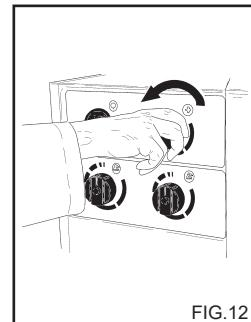

FIG.12
Paineensäätimellä, fig. 12, käyttäjä voi säätää työpaineetta. Kun nuppi C on käännetty vastapäivään (B) (minimi), toimintapaine vähenee.